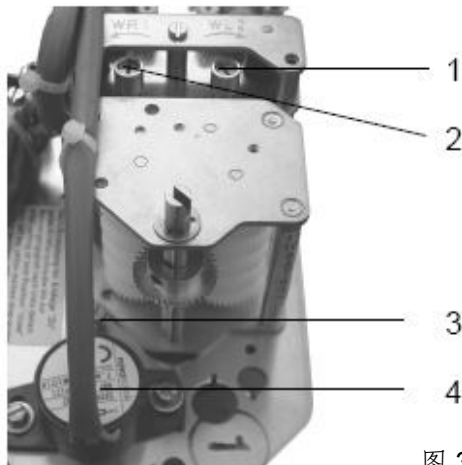

图 3
- 用螺丝刀将一个恒力施加于调整螺钉（1）上（见图 3），朝箭头方向开始连续地转动(为避免不正确调整，至少转一圈)。- 设定时，不要给电机送电。
- 按 3.2.1.2 所述步骤，朝箭头方向开始连续地转动调整螺钉 (2) (图 3)。